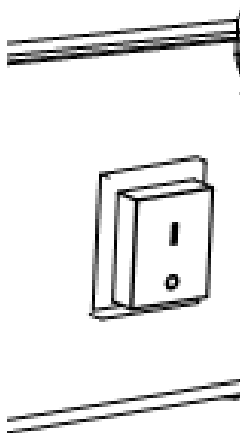

Figure 2
a. Coloque o interruptor de alimentação na posição I e verifique se a ventoinha começa a funcionar corretamente. (Fig. 2.)